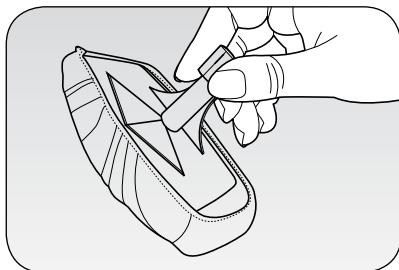

Fig. 5
La brosse pour tissus, qui doit être appliquée sur l'adaptateur (12), peut être utilisée aussi bien sur le pistolet (C) que sur les tubes rallonge (9). Grâce à l'application du chiffon (10), il est possible d'utiliser la brosse pour éliminer la poussière, pour le nettoyage quotidien des canapés, des fauteuils, des couvertures, des matelas et des coussins (Fig. 5). La brosse permet aussi de rafraîchir les tissus, en éliminant les plis.